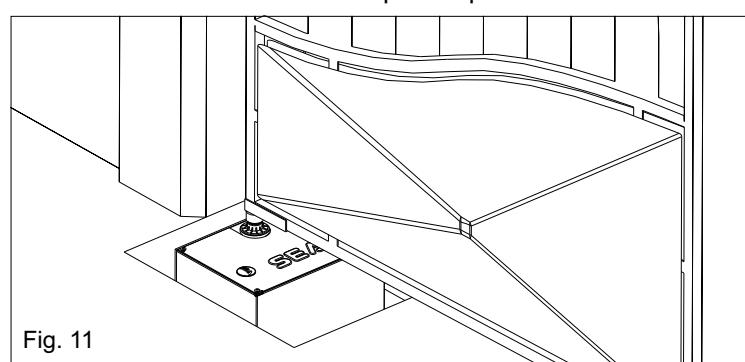

Fig. 11
3.7. Appuyer les vantaux du portail sur le profilé en U (Fig. 11) et les connecter à la charnière sur la partie supérieure.